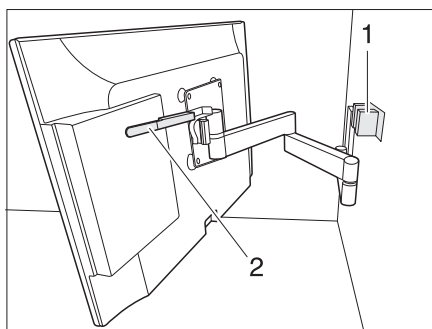

Fig. 57 Supporto con braccio snodato
- Spingere la leva (Fig. 57,2) verso il basso per sbloccare lo schermo piatto dall'arresto (Fig. 57,1). Rilasciare la leva.